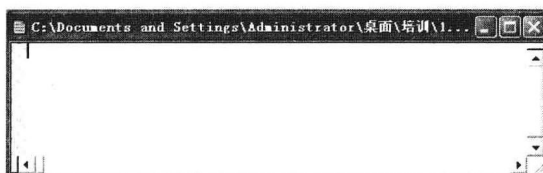

图 1-8 命名后的文本
(7) 单击【保存】按钮，保存后的文本对话框如图 1-8 所示。